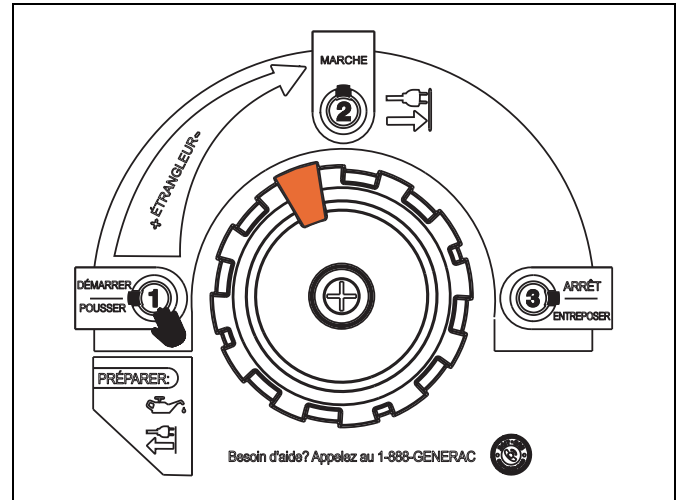

Figure 3-5. PowerDial en position redémarrage à chaud
1. Voir la figure 3-5. Pour redémarrer un générateur chaud, tournez le PowerDial dans le sens contraire des aiguilles d'une montre, un peu au-delà de la position MARCHÉ (RUN), à partir de la position ARRÊT (STOP). Cette procédure a pour effet de rouvrir le robinet de carburant et de permettre le démarrage électrique ou à lanceur à rappel.